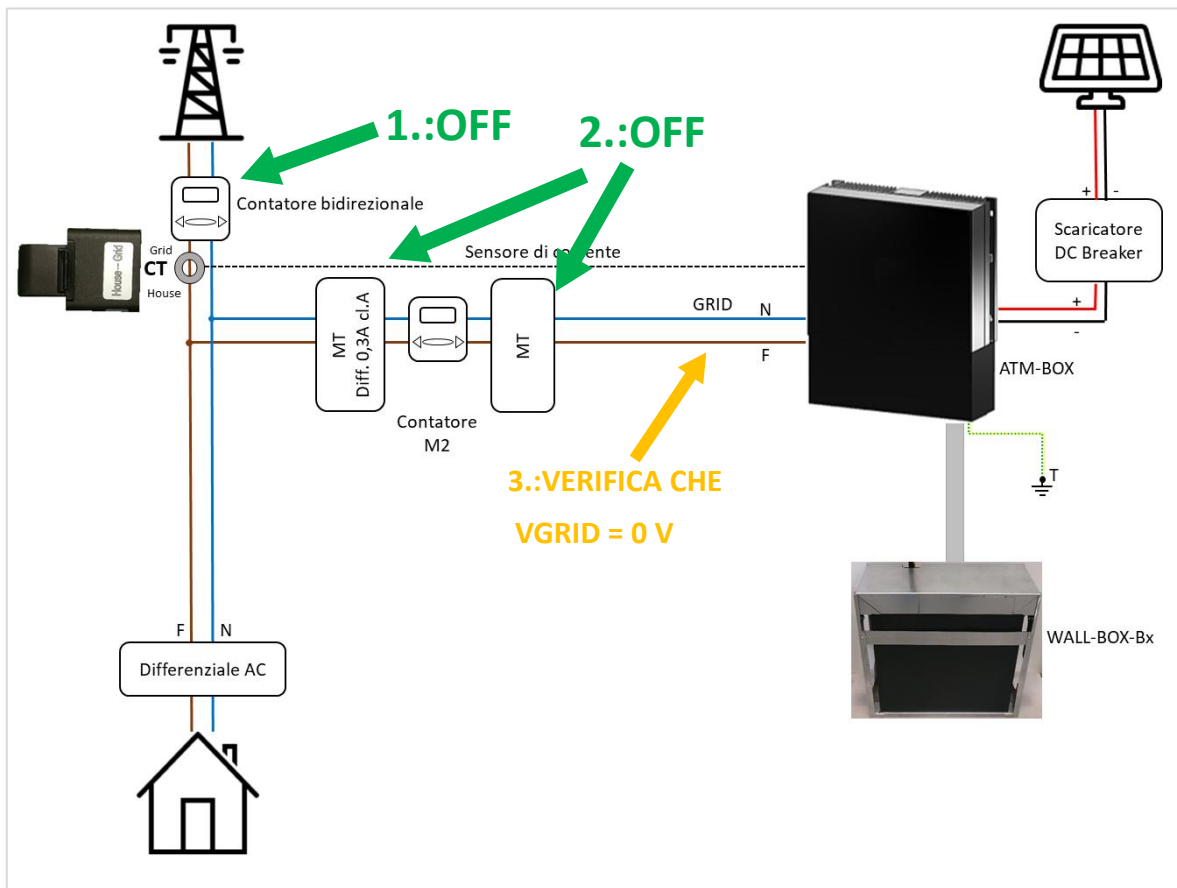

Figura 53 - Collegamento linea GRID
3. Verificare con un tester l’effettiva mancanza di alimentazione in loco e la mancanza di tensione ai capi dei cavi GRID (Figura 53).